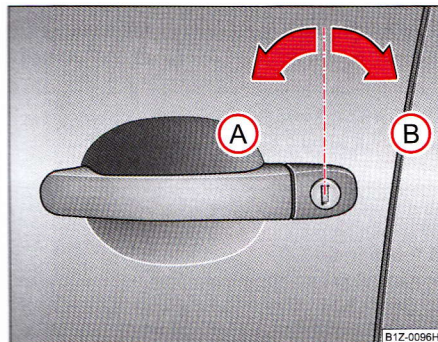

Fig. 27 Pozițiile cheii pentru încuiere și descuiere
- Rotiți cheia în încuietorea ușii conducătorului auto în poziție de descuiere (A) ⇒ fig. 27 spre stânga.
- Rotiți cheia în încuietorea ușii conducătorului auto în poziție de încuiere (B) spre dreapta ⇒ fig. 27.